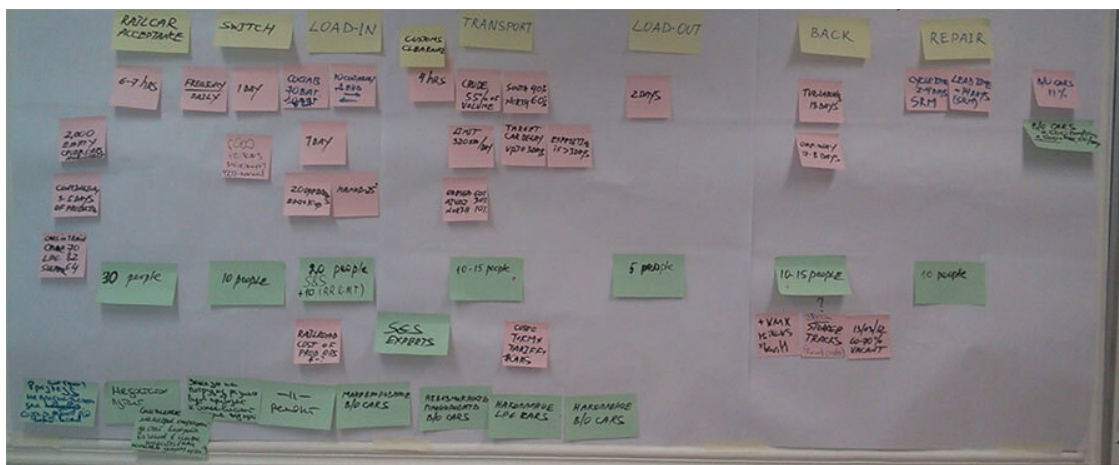

Рисунок 31 – Пример отрисовки процесса VSM
• **Шаг 1.** По заданным направлениям (например – управление производством, управление персоналом, управление закупочной деятельностью, управление логистикой и др.) проводится анализ с применением инструментария LSS. Например, для исследования процесса производства для крупной нефтехимической компании мы собирали в одну аудиторию всех участников бизнес-процесса производства. Важно, чтобы представитель каждой функции, которая прямо или косвенно участвует в процессе, присутствовал на семинаре, при этом число участников было управляемым и не превышало ~6–8 человек (см. Рисунок 31).